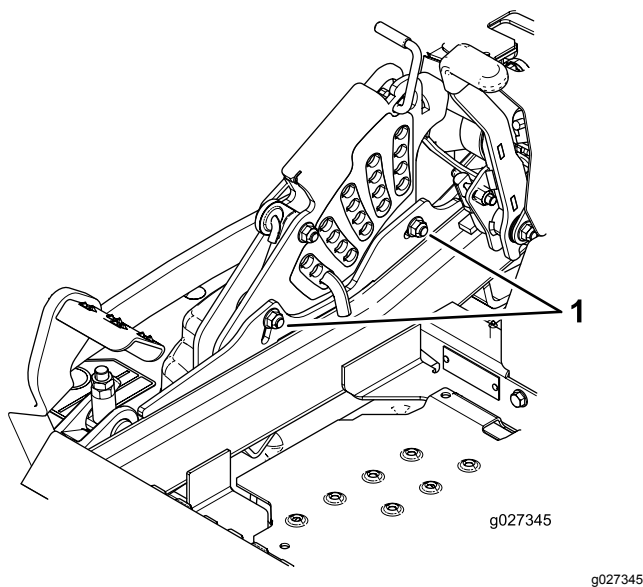

Figura 98
11. Para ajustar um sistema de ponto único, desaperte os 2 parafusos na parte inferior da placa da altura de corte (Figura 98).
13. Aperte os dois parafusos na parte inferior da placa da altura de corte (Figura 98).